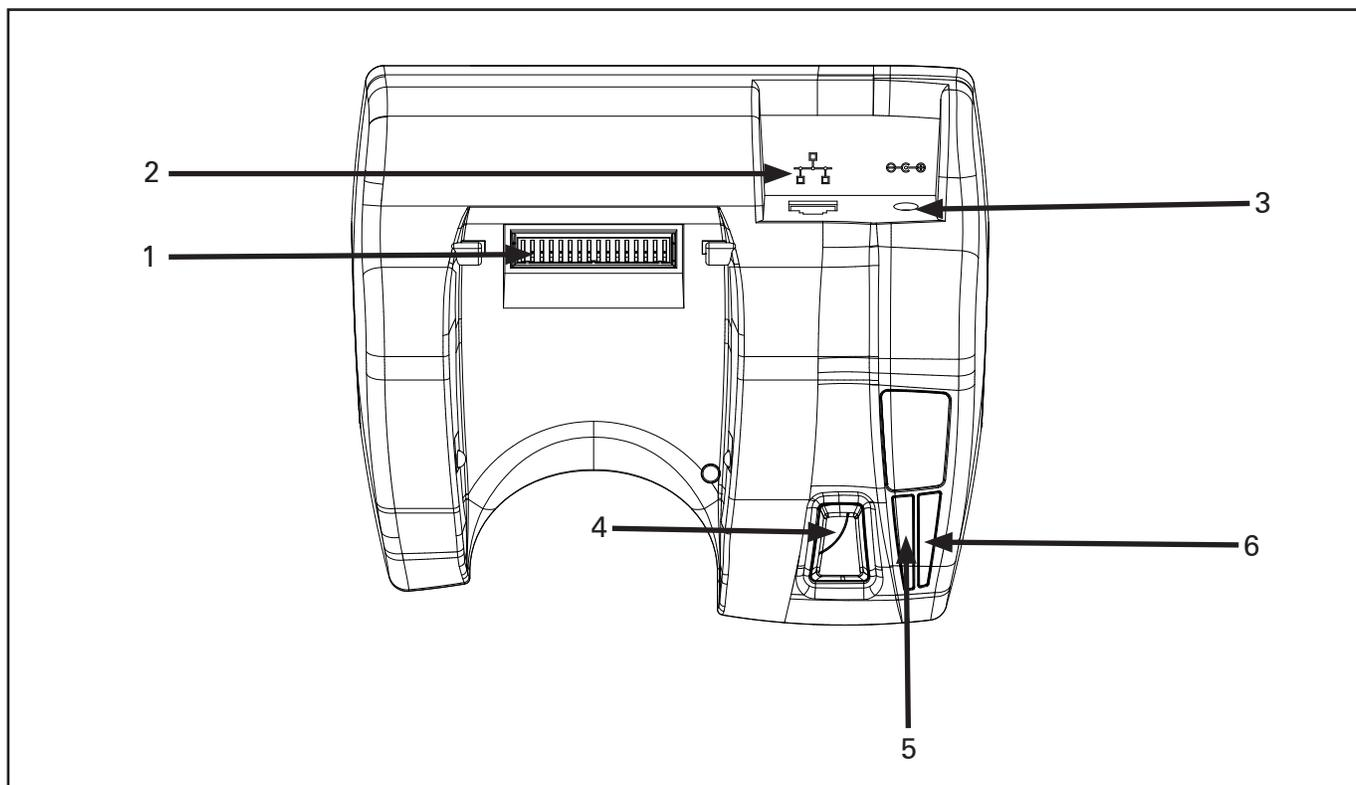

Figura 1: QLnEC
2. Enchufe el adaptador eléctrico en la parte trasera de la base (figura 1 N.º 3).
3. Enchufe el cable Ethernet en la parte trasera de la base (figura 1 N.º 2).